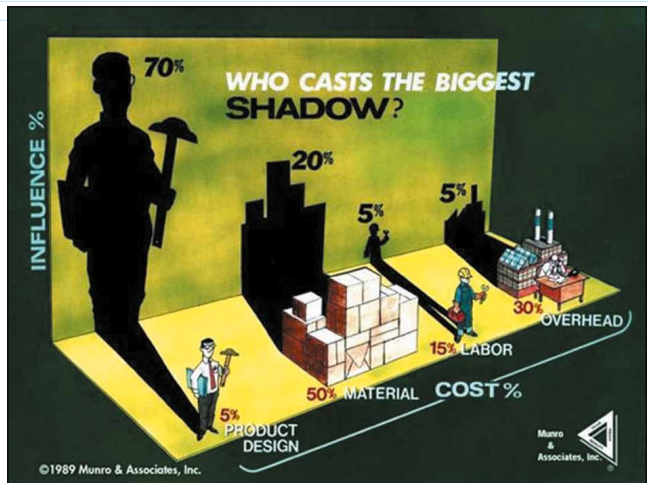

Рис. 1. Влияние различных факторов на стоимость изделия
- Как показывает практика, конструктор оказывает самое большое влияние на конечную стоимость изделия. Конструкторские решения могут составлять до 70% от общей стоимости; при этом на саму работу конструктора всего уходит порядка 5% от стоимости (рис. 1).